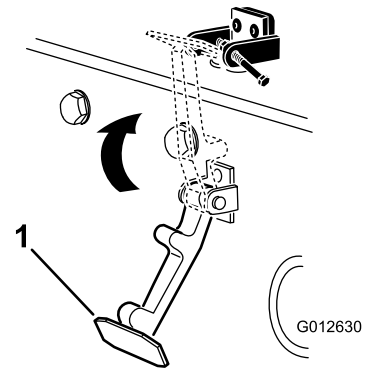

**Figure 6**
6. Rivez les supports et les rondelles sur le capot (Figure 6).